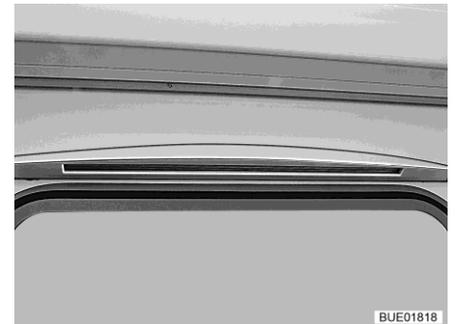

Fig. 72 Lámpara del toldo (no en caso de equipamiento con toldillo)
- Iluminación del toldo (Fig. 72) (no en caso de equipamiento con toldillo)